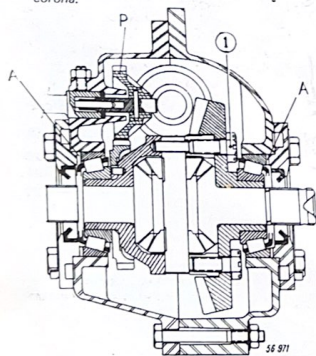

Fig. 3.26. Sección longitudinal del diferencial.
Unir corona y carcasa mediante tornillos inaflojables nuevos, el tornillo (1) (fig. 3.26), cuyo extremo termina cilíndricamente, debe introducirse de forma que pase por el orificio del eje de satélites, fijando el eje).